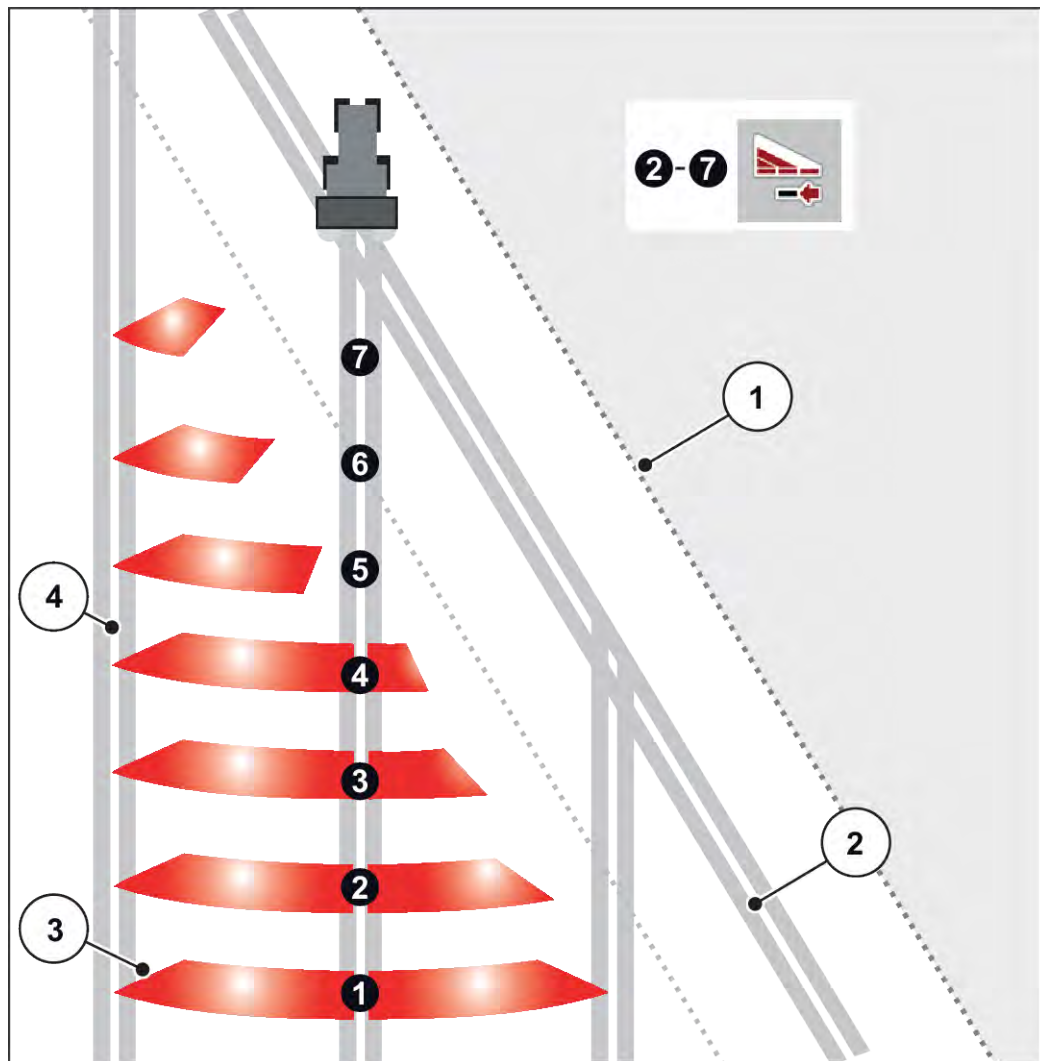

Fig. 45: Automatisk delbredeaktivering
- Delbreddeaktivering er mulig udefra og ind eller indefra og ud. Se Fig. 45 Automatisk delbreddeaktivering